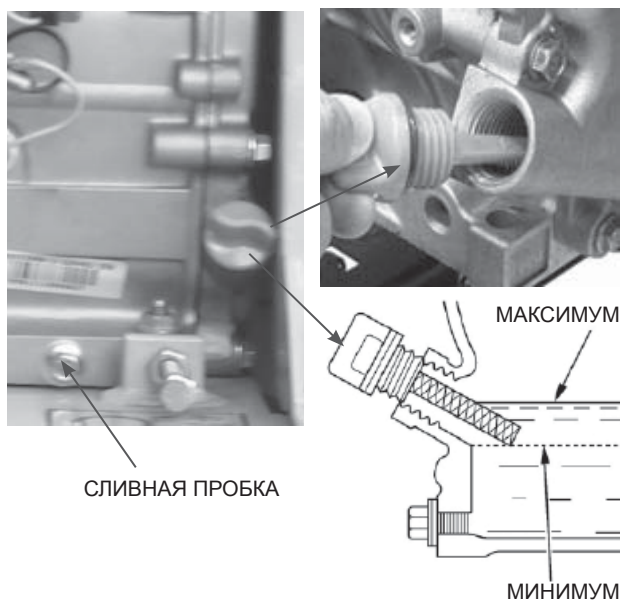

Рис.6
1. Разместите под двигателем подходящую емкость для сбора масла, затем снимите крышку/щуп маслозаливной горловины и открутите пробку маслозаливного отверстия (Рис.6).